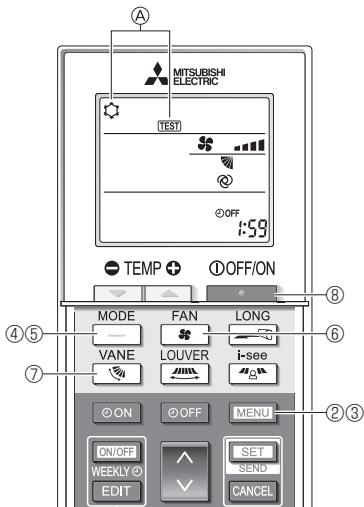

Fig. 8-5
- ① Ligue a alimentação à unidade, pelo menos, 12 horas antes do teste de funcionamento.
- ② Prima o botão **[MENU]** durante 5 segundos. (Fig. 8-5)
- ③ Prima o botão **[MENU]**.
São apresentadas a indicação ④ [TEST] (TESTE) e o modo de funcionamento em curso. (Fig. 8-5)
- ④ Prima o botão **[—]** para ativar o modo de arrefecimento e, em seguida, verifique se sai ar frio da unidade.
- ⑤ Prima o botão **[—]** para ativar o modo de aquecimento e, em seguida, verifique se sai ar quente da unidade.
- ⑥ Prima o botão **[■]** e verifique se a velocidade da ventoinha muda.
- ⑦ Prima o botão **[■]** e verifique se a palheta automática funciona corretamente.
- ⑧ Prima o botão **[■]** para parar o teste de funcionamento.